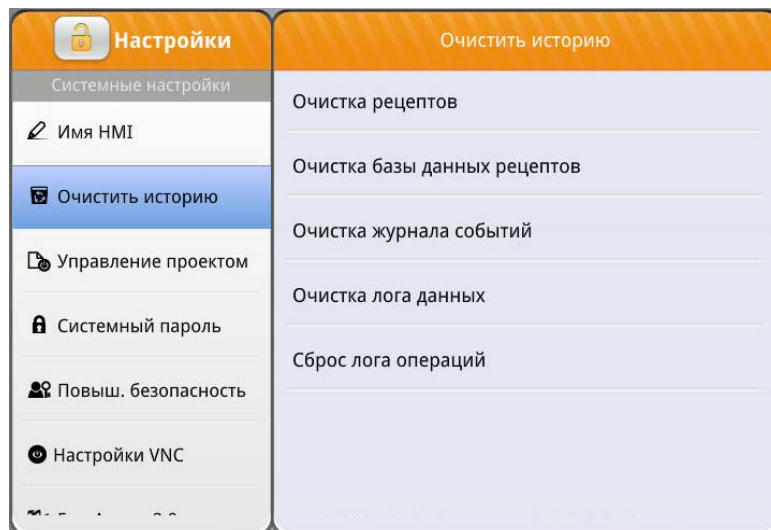

Рисунок 41 – Вкладка «Очистить историю»
Во вкладке «Очистить историю» (рисунок 41) можно совершить следующие действия:
- Очистить историю (рисунок 41);